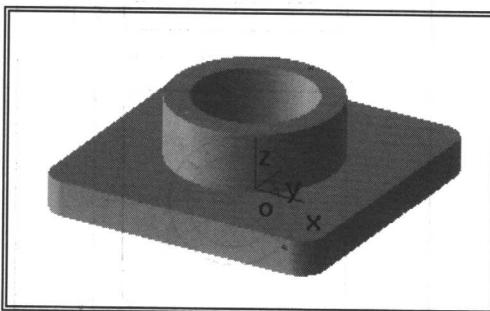

图 0-12 生成凸台特征
(3) 单击工具栏中的“拉伸增料”按钮 ，系统弹出“拉伸增料”对话框，拾取“草图 1”为拉伸对象，单击“深度”输入框右侧向上箭头按钮，调整拉伸深度为 25，单击 **确定** 按钮，生成拉伸实体特征，如图 0-12 所示。